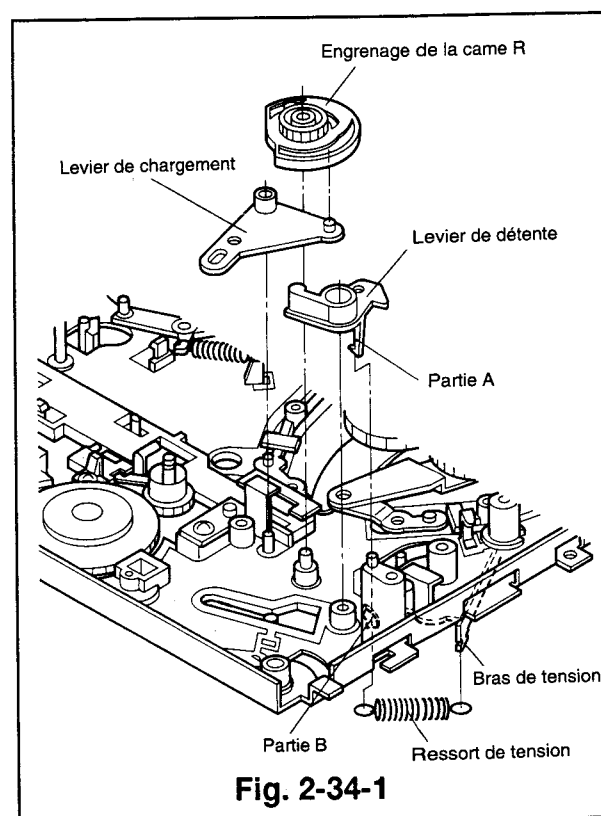

Fig. 2-34-1
- 8) Déposer l'engrenage de la came R en le soulevant vers le haut. (Voir la Fig. 2-34-1)
- 9) Déposer le levier de chargement. (Voir la Fig. 2-34-1)
- 10) Déposer le levier de détente. (Voir la Fig. 2-34-1)
- 1) Pour remonter le levier de détente, faire passer la partie A dans la partie B illustrée dans la Fig. 2-34-1.